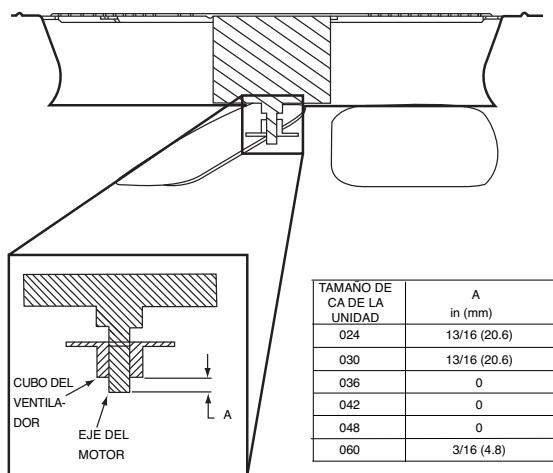

Fig. 19: Ajuste del ventilador exterior
5. Cuando reemplace la aspa del ventilador, colóquela como se muestra en la Fig. 19. Apriete los tornillos de ajuste.